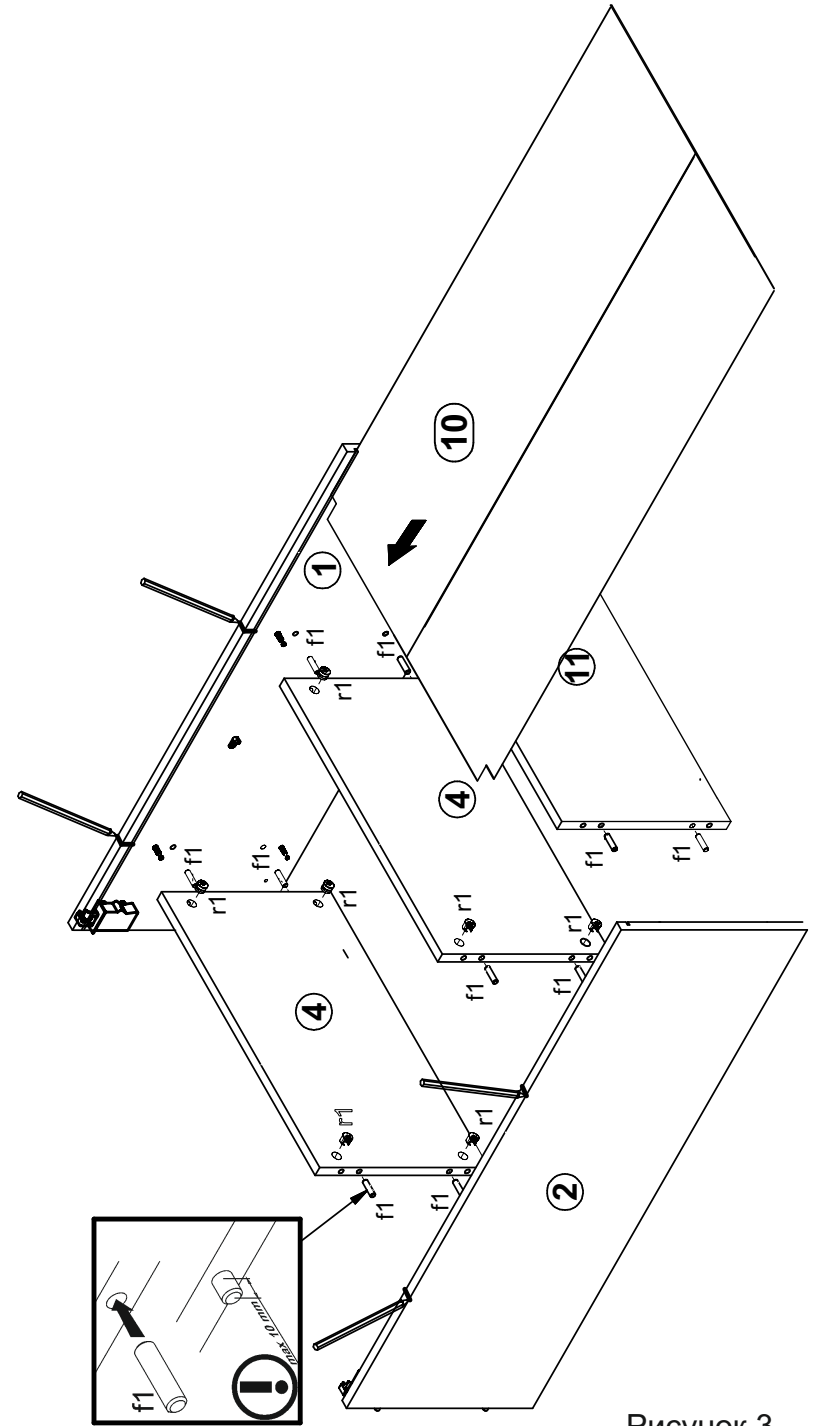

Рисунок 3
4.6. В отверстия $\varnothing 15$ мм на внутренних поверхностях стенок боковых 1,2, нижней поверхности полок соединительных 4 и верхней поверхности полки соединительной 11 вставить стяжки эксцентриковые r1 (см. рис. 3).
4.8. Соединить детали 1, 2, 4, 11, предварительно вставив стенку заднюю 10 в пазы детали 1, 2, 11, и затянуть стяжки эксцентриковые r1, пользуясь отверткой (см. рис.3).